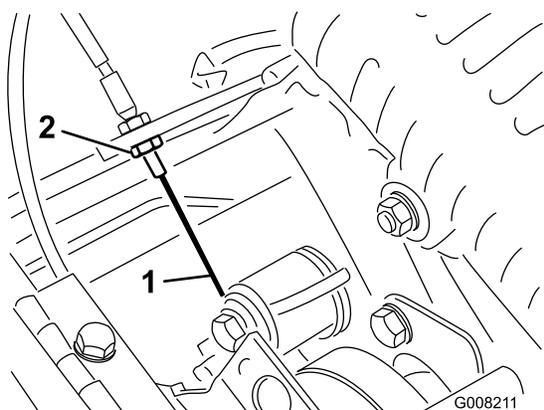

図 42
3. 走行ケーブルの前ジャムナットをゆるめ、後ジャムナット 図 42 を締めてケーブルの張りを出し、3-4 kgの力で走行コントロールがつかないようにする